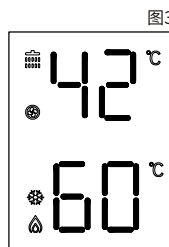

图3
- 冬季模式:显示屏显示“”如图3,供暖启动工作时,“”点亮。如有生活热水需求,机器会立即切换到冬季卫浴状态,此时“”常亮,“”点亮。